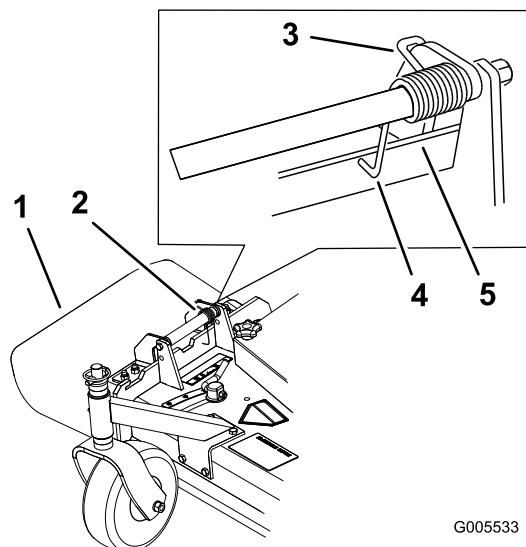

Figure 3
- Prenez soin de placer l'extrémité en **L** du ressort derrière le bord du plateau avant de mettre le boulon en place, comme indiqué à la Figure 3.
- Accrochez l'extrémité en **J** du ressort au déflecteur d'herbe (Figure 3).